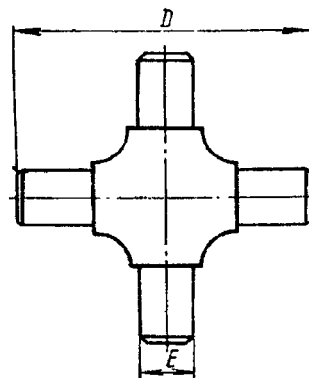

Рис. 198. Крестовина
- размер D (рис. 198) и диаметр E менее величин, указанных в табл. 12;